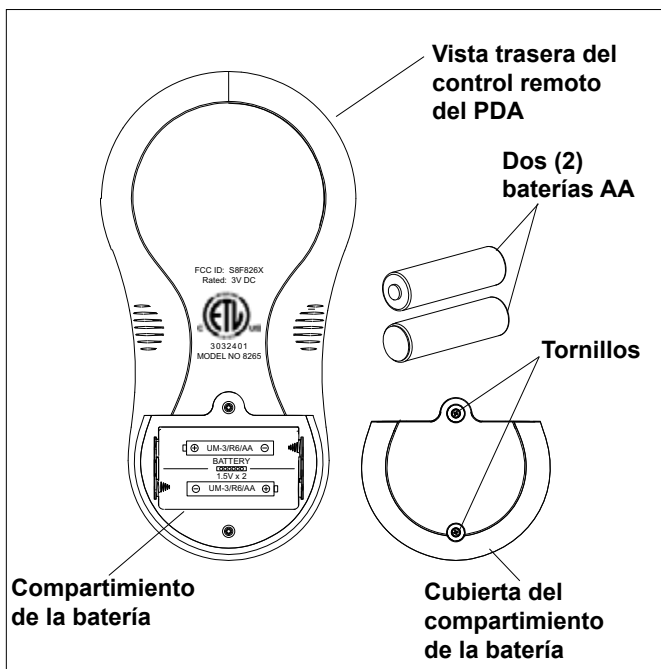

Figura 19. Instalación de la batería en el control remoto.
2. Afloje y remueva los dos (2) tornillos que aseguran la cubierta del compartimiento de la batería (véase Figura 19).